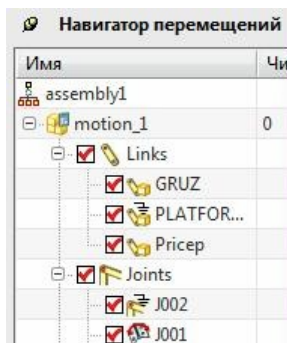

рис.81
• Поставим *Вращательный шарнир* между розовой платформой и зеленым телом (рис.81). Зададим в шарнире постоянный движитель.